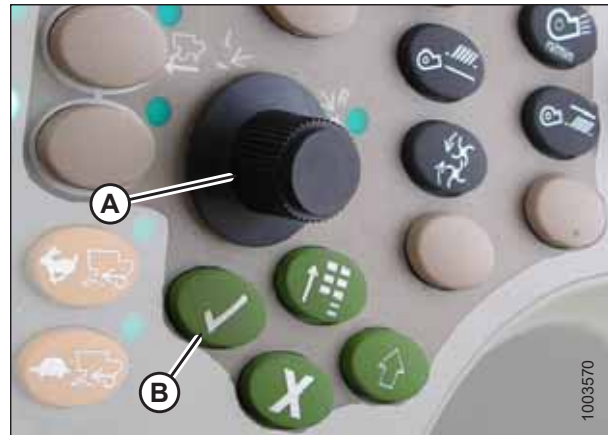

Abbildung 3.414: Bedienkonsole auf John Deere Mähreschern
7. Mit dem Auswahldrehknopf im Listenfeld (A) nach unten blättern und den Eintrag HEADER (Schneidwerk) markieren. Die Auswahl mit der Häkchentaste bestätigen (Auswahldrehknopf und Taste sind in Abbildung 3.414, Seite 250) dargestellt.
8. Zum Symbol mit einem Pfeil in einem Diamanten (B) rechts unten auf dem Display schalten und die Auswahl mit der Häkchentaste bestätigen.